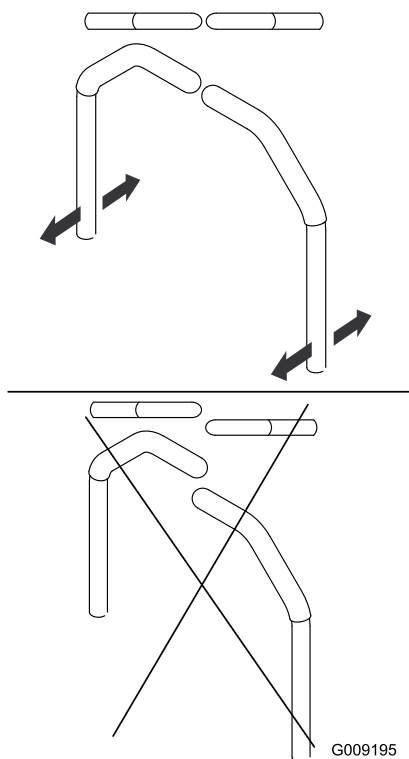

**Figure 49**
- Si la machine se déporte à droite, desserrez les boulons et reculez la plaque de butée gauche dans la fente en T gauche, jusqu'à ce qu'elle se déplace en ligne droite (Figure 49).
- Si elle se déporte à gauche, desserrez les boulons et reculez la plaque de butée droite dans la fente en T droite, jusqu'à ce qu'elle se déplace en ligne droite (Figure 49).
8. Serrez les boulons de la plaque de butée (Figure 49).